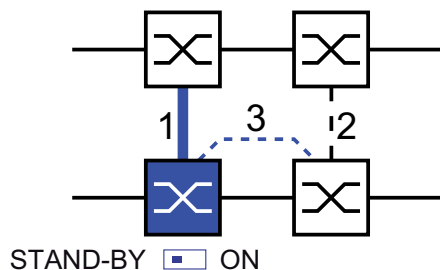

Abb. 22: Zwei-Switch-Kopplung mit Steuerleitung
- ☐ Wählen Sie die „Zwei-Switch-Kopplung mit Steuerleitung“ mit Hilfe des Dialog-Buttons mit der selben Grafik wie die untenstehende (siehe Abbildung 22).